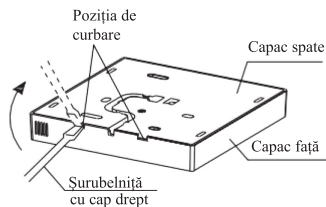

Fig. 3-2
- Introduceți o șurubelniță plată în fantele din partea inferioară a telecomenzii cu fir (2 locuri) și scoateți partea superioară a telecomenzii cu fir. (Fig. 3-2)